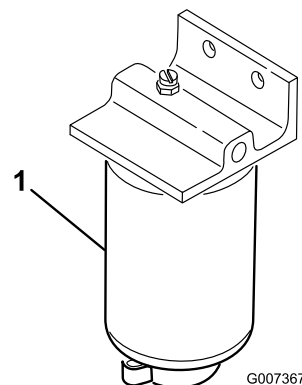

Figura 56
1. Mettete un contenitore pulito sotto il filtro del carburante(Figura 56).